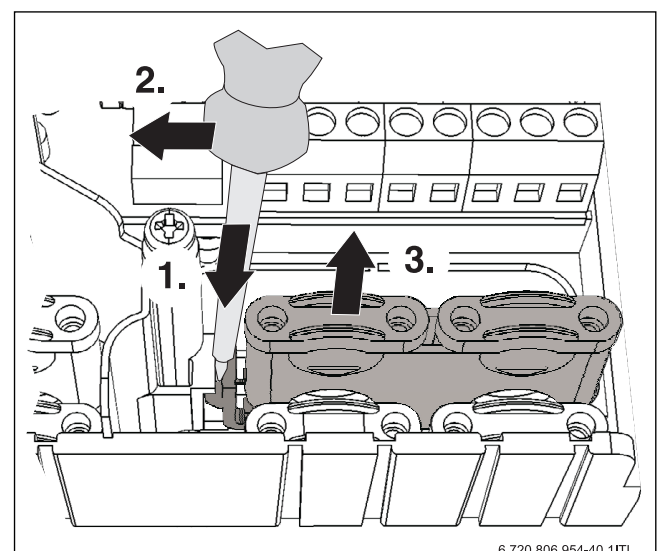

Bild 25 Kunststoffbrücke entfernen
1. Schlitzschraubendreher zwischen Gehäuse und Federklemme ansetzen (→ Bild 25).